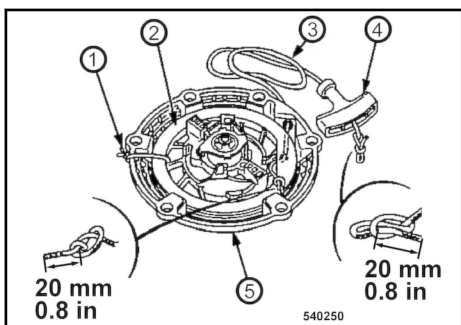

Fig. 75
Proteger a bobina (2) ↪ Fig. 75 para que não se enrole. Para isso, fixar a bobina e a carcaça (5) com uma fita de cabos (1).